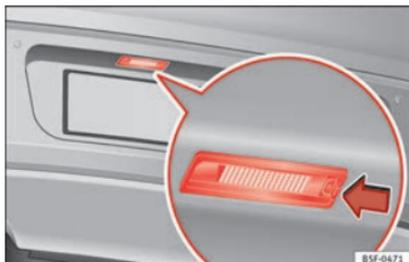

Fig. 121 Nel paraurti posteriore: luce della targa.
1. Premere la linguetta della luce della targa nella direzione della freccia » **fig. 121**.